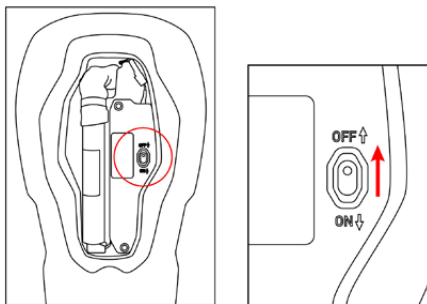

图 30：航运模式开关 (8) 的位置
如果需要运输系统，用户必须始终将系统置于航运模式。为此，用户必须打开系统背面的拉链，以接触到背部保护装置 (4)。用户可通过打开带有魔术贴的背盖，轻松接触到安全气囊控制单元 (5)。取下后盖后，用户可将航运模式开关 (8) 切换到关闭位置，如图 30 所示，将系统置于航运模式。航运模式将允许用户安全运输系统，并遵守适用的运输规定。为了能够再次使用系统，您需要打开系统，使其恢复正常操作。只需将航运模式开关 (8) 切换回开启 (ON) 位置即可。